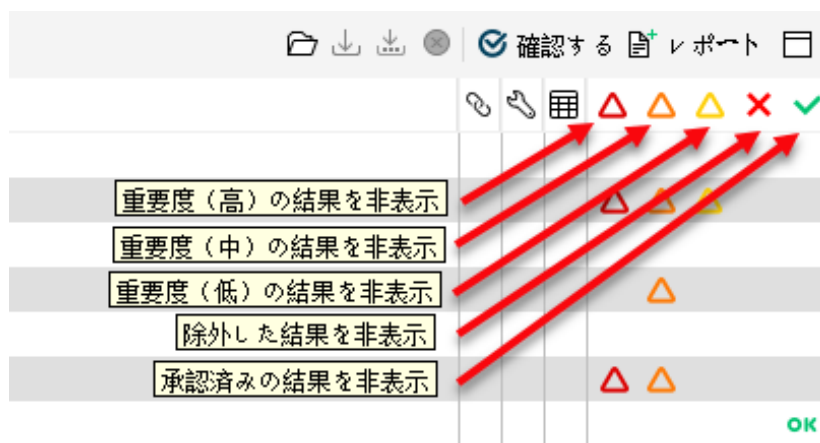

図 46. 結果のフィルタ
- ④ フィルタを利用して「重要度が高い」問題に焦点をあててみましょう。(図 46 を参照)